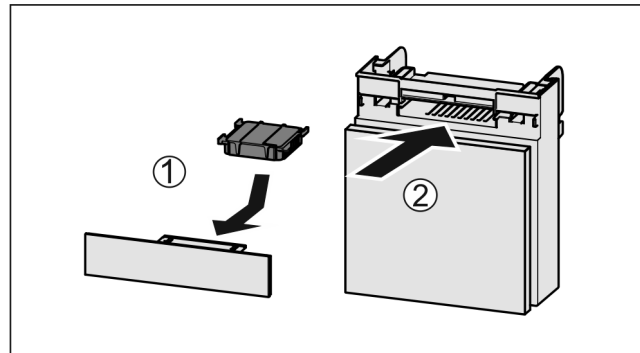

Fig. 171
- ▶ Aktivkohlefilter nach Abbildung einsetzen Fig. 171 (1).
- ▶ Fach einschieben Fig. 171 (2).